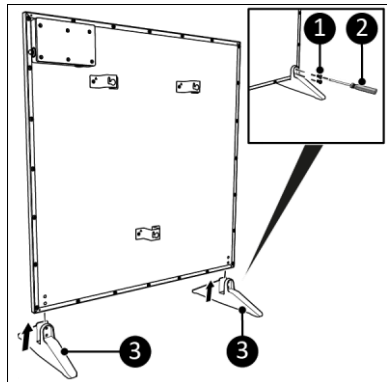

Abbildung 6
3. Platzieren Sie die Sockel (Abbildung 6, Pos. 3) an beide Seiten des Hauptkörpers.
4. Schrauben Sie jeden Sockel mit zwei Schrauben (Abbildung 6, Pos. 1) mit einem Philips Kreuzschlitzschraubendreher (Abbildung 6, Pos. 2) fest.